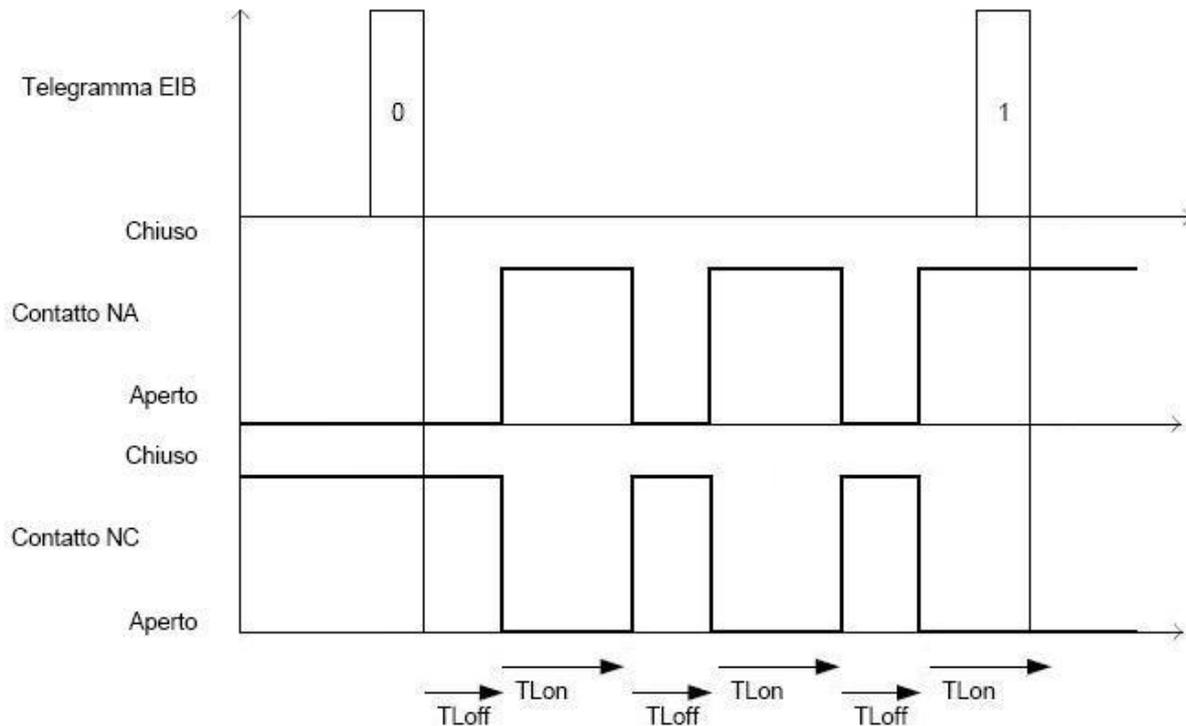

Fig. 3.5
- se la modalità di funzionamento è **lampeggio**, alla ricezione del suddetto valore il dispositivo attiva la funzione “lampeggio” alternando le fasi di commutazione del contatto in scambio secondo i tempi impostati; alla ricezione del valore logico “1” il dispositivo, se la funzione è attivata, disattiva la funzione “lampeggio”. Si veda la fig. 3.5.